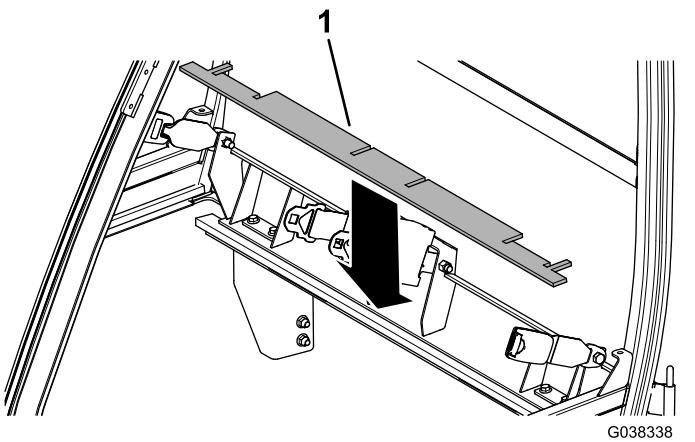

Figure 14
- Installez le joint mousse supérieur (Figure 14).